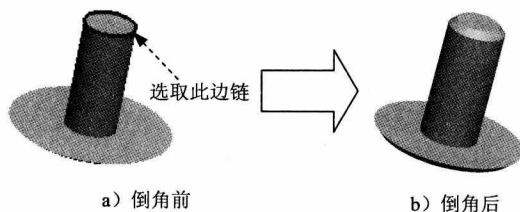

图 1.7 倒角特征 1
Step4. 创建图 1.7 所示的倒角特征 1。单击 **模型** 功能选项卡 **工程** ▾ 区域中的  **倒角** ▾ 按钮，选取图 1.7a 所示的模型边链为要倒角的边线；输入倒角值 2.0。